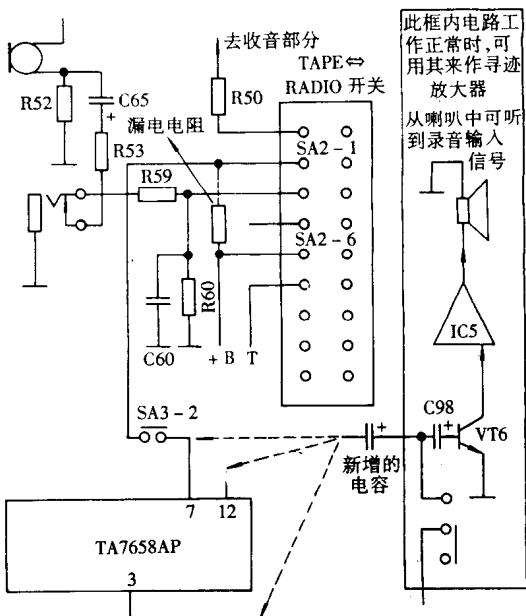

图 83
(1)按图 83 中虚线所示的方法在电容 C98 负极端外接一只 $4.7\mu F/10V$ 的电解电容。
(2)将外接电容的负极接到 TA7658AP 输出端③脚拾取一信号,这时从喇叭中可以听到正常的交流声(此时应将收、录转换开关置于录音状态),音量开大时有反馈啸叫声;又从 TA7658AP 另一通道输出端⑫脚拾取一信号,喇叭中有明显的交流“嗡嗡”声。由此可以判定信号是从⑨脚输入端窜入的。将话筒用电解电容短路,交流声依然存在。最后查出,干扰源来自 TAPE(磁带)/RADIO(收音)转换开关上。
小结:如图 83 所示,在收音/磁带转换开关上,SA2-1 与 SA2-6 是相邻的两组开关。SA2-6 上加有纹波系数很大的电源电压 $+B$ 。由于该机使用时间较长,积尘甚多,SA2-1 至 SA2-6 的绝缘电阻实测仅几十千欧,且不稳定。这就等于在 TA7658AP 的输入端叠加了一个相当大的工频干扰信号。由于该信号大于话筒输出信号,ALC 电平由该干扰信号决定,从而使 TA7658AP 前级的增益下降。这样,不仅使本声道,同时也使另一声道的话筒信号“淹